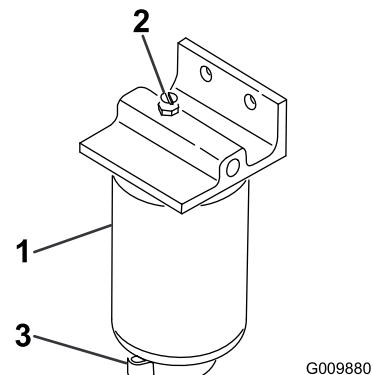

Bild 46
2. Lösen Sie das Ablassventil an der Unterseite der Filterglocke (Bild 46).
1. Reinigen Sie den Anbaubereich der Filterglocke (Bild 46).